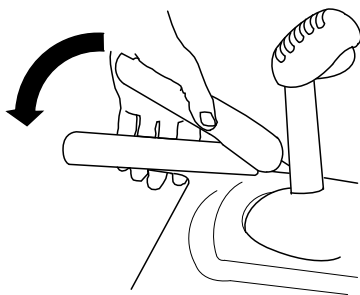

Figura 9
3. Premete la leva sinistra (della trazione) contro l'impugnatura (Figura 9).
6. Premete la leva sinistra (della trazione) contro l'impugnatura (Figura 9).